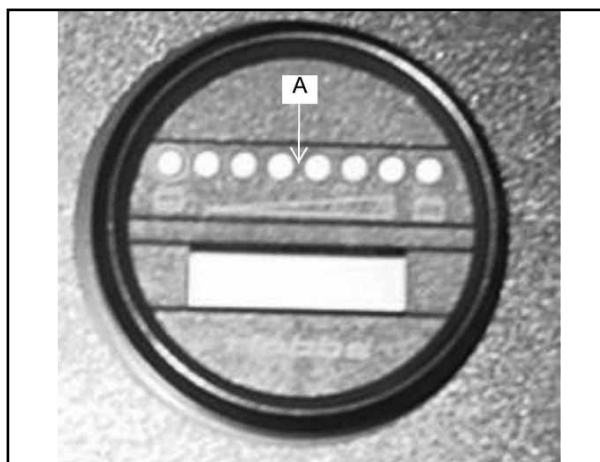

FIGURA 12
El medidor de estado de la batería (A) está situado en el panel de instrumentos, como se muestra en la figura 12. El medidor de estado indica el nivel de carga de las baterías. Las baterías tienen una carga suficiente cuando todos los LED están iluminados en ámbar, como se muestra en la ilustración de la rampa. Cargue las baterías si uno de los LED de color rojo está iluminado a la izquierda, en la parte inferior del diagrama de la rampa, y los cepillos de fregado se detienen. No utilice la máquina.